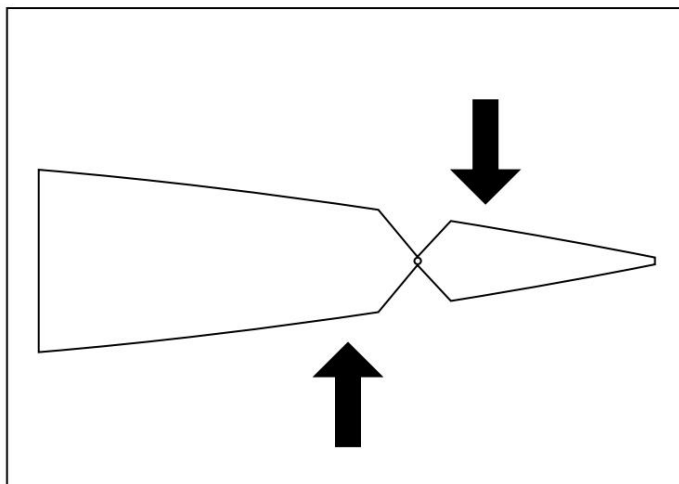

Figure 1 - Test de mouvement des charnières et de desserrage des charnières
1. Vérifiez que les ailerons, les gouvernes de profondeur et le gouvernail sont correctement articulés et en bon état de fonctionnement. Pincez une surface de contrôle entre votre pouce et votre index et saisissez l'aile/les stabilisateurs avec votre autre main. Essayez de déplacer la surface de contrôle d'avant en arrière perpendiculairement au stabilisateur (voir Figure 1). Surveillez les charnières pour voir si elles bougent. Si vous trouvez des charnières desserrées, appliquez de la colle Foam-Cure ou de l'époxy 15/30 minutes, en veillant à rester à l'écart du pivot de charnière, sur le(s) côté(s) desserré(s) de la ou des charnière(s) et réinsérez-la dans son emplacement. **N'APPLIQUEZ PAS** de CA mince sur les charnières à goupille ! Assurez-vous que la charnière bouge librement.